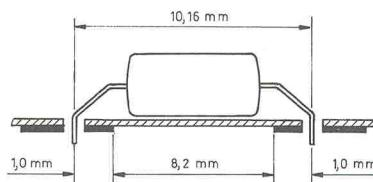

Bild 3. Durch ein geschicktes Verbiegen der Anschlußbeinchen des Optokopplers kann man die Minimalwerte von L(ICP) und L(CL) erreichen.
Die naheliegendste, jedoch nicht sehr ansprechende Lösung ist in Bild 3 dargestellt. Durch das Verbiegen der Anschlußbeinchen des Kopplers kann man den Abstand zwischen den beiden Pin-Reihen auf 10,16 mm vergrößern. Natürlich muß dann auch das Layout der Leiterplatte an diesen (Raster-)Abstand angepaßt werden. Bei Verwendung von Lötaugen mit 2 mm Durchmesser (die in der Praxis die minimal vertretbare Größe bei einer 0,8-mm-Bohrung darstellen) werden L(CL) und L(ICP) auf